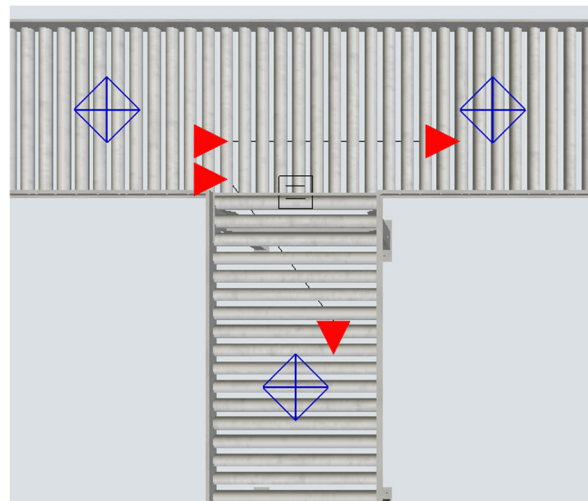

Fig. 14. Connexions directionnelles entre points de décision
1. **Send Item** – permet d'envoyer un élément de flux le long d'un chemin défini. Bien que les points de décision ne possèdent pas de ports d'entrée/sortie, ils peuvent être reliés par des connexions directionnelles afin de définir la logique de flux (fig. 14).